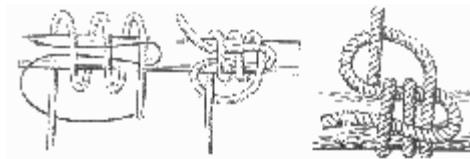

Рис. 57. Фаловый узел
**Фаловый узел** (рис. 57). На парусном корабле прямые паруса, которые ставились между марса-реем и нижним реем, назывались марселями. Смотря по тому, к какой мачте принадлежал парус, он назывался “грот-марсель” на грот-мачте или “фор-марсель” на фок-мачте. Снасти, которой поднимали реи этих парусов, назывались грот-марса-фал и фор-марса-фал. К рею эти снасти прикреплялись фаловым узлом. Как и лисельный, фаловый узел считается надежным морским узлом. Он может сослужить неплохую службу и в нашем быту.